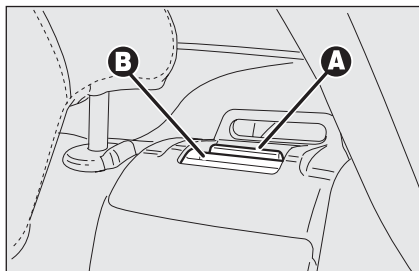

fig. 6
- ☐ sollevare la leva **A**-fig. 6 di ritegno schienale per sbloccare rispettivamente la porzione sinistra o destra dello schienale e ribaltare quest'ultimo in avanti. Il sollevamento della leva è evidenziato da una "banda rossa" **B**.
**AVVERTENZA** Il corretto aggancio dello schienale è garantito dalla scomparsa della "banda rossa" **B**-fig. 6 presente di fianco alle leve **A** di abbattimento schienale. Tale "banda rossa" indica infatti il mancato aggancio dello schienale. Nel riportare lo schienale in posizione di utilizzo accertarsi dell'avvenuto aggancio fino a percepire lo scatto di blocco.